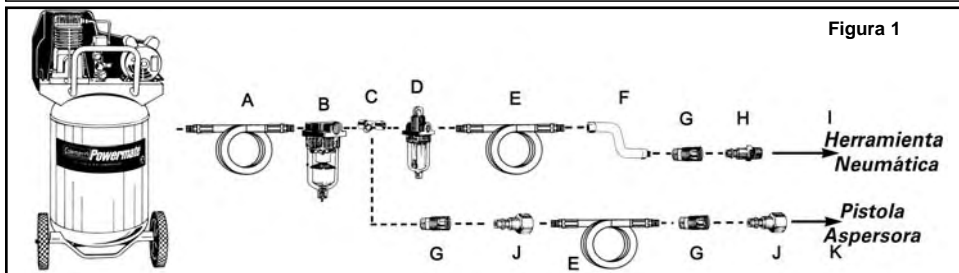

Figura 1
- Conecte la herramienta al acoplador rápido de la manguera de aire. **Nota: Se recomienda utilizar una manguera de conexión flexible con un cabezal giratorio (P012-0079SP - no incluida) para evitar que la manguera de aire se doble, enrosque o gaste demasiado (ver ítem "F" en la figura 1 para las conexiones recomendadas).**
Para conservar el funcionamiento óptimo de la herramienta neumática, debe ser lubricada cada vez que se utiliza. Las partículas, el polvo, el óxido y los residuos de aceite se acumulan dentro de la herramienta y reducen su desempeño. Se recomienda utilizar un engrasador en línea para una lubricación automática adecuada de la herramienta (ver Figura 1). Si no dispone de un engrasador en línea, puede lubricar la herramienta de forma manual a través del orificio de entrada (ver Figura 4).